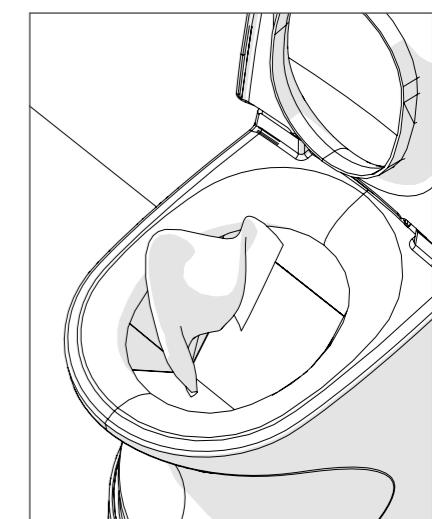

Abbildung 8
3. Reinigen Sie die Beutelschüssel mit einem weichen Tuch (Abbildung 8). Verwenden Sie bei Bedarf Papiertücher, die nach der Reinigung in die Brennkammer fallen gelassen werden können. Dann legen Sie den Toilettendeckel wieder nach unten. Die Luke zur Brennkammer schließt sich.